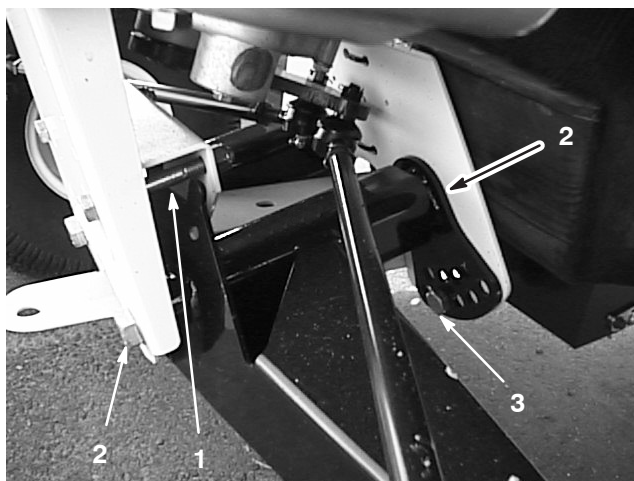

Figure 34
2. Enlevez le boulon limiteur de course (Fig. 34).
3. Desserrez les boulons de centrage dans le bras triangulé avant (Fig. 34).
4. Retirez le boulon de réglage de hauteur de caisse (Fig. 34).
5. Tournez le bras triangulé avant à la position voulue (voir la note ci-après), puis remettez en place le boulon de réglage de hauteur de caisse (Fig. 34).
7. Remettez le boulon limiteur de course (Fig. 34).